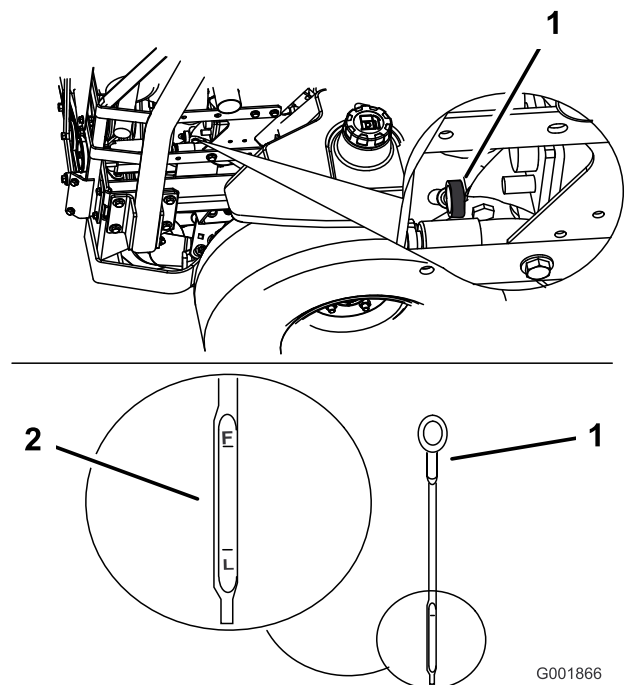

Figura 45
- Limpié alrededor de la varilla de nivel de aceite (Figura 45) de forma que la suciedad no penetre por el orificio de llenado y cause daños en el motor.
- Retire la varilla de aceite y limpie el extremo metálico (Figura 45).
- Introduzca la varilla a fondo en el tubo de llenado. Retire la varilla y observe el extremo metálico (Figura 45). Si el nivel de aceite es bajo, vierta lentamente sólo la cantidad de aceite suficiente en el orificio de llenado para que el nivel llegue a la marca Lleno.